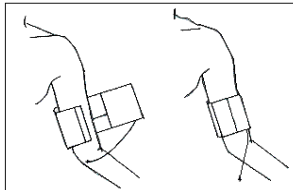

Fig. 13-1 Utilisation du brassard
- b) Fixer un brassard de tensiomètre à la partie supérieure du bras du patient ou à la cuisse de la façon suivante (Fig. 13-1).